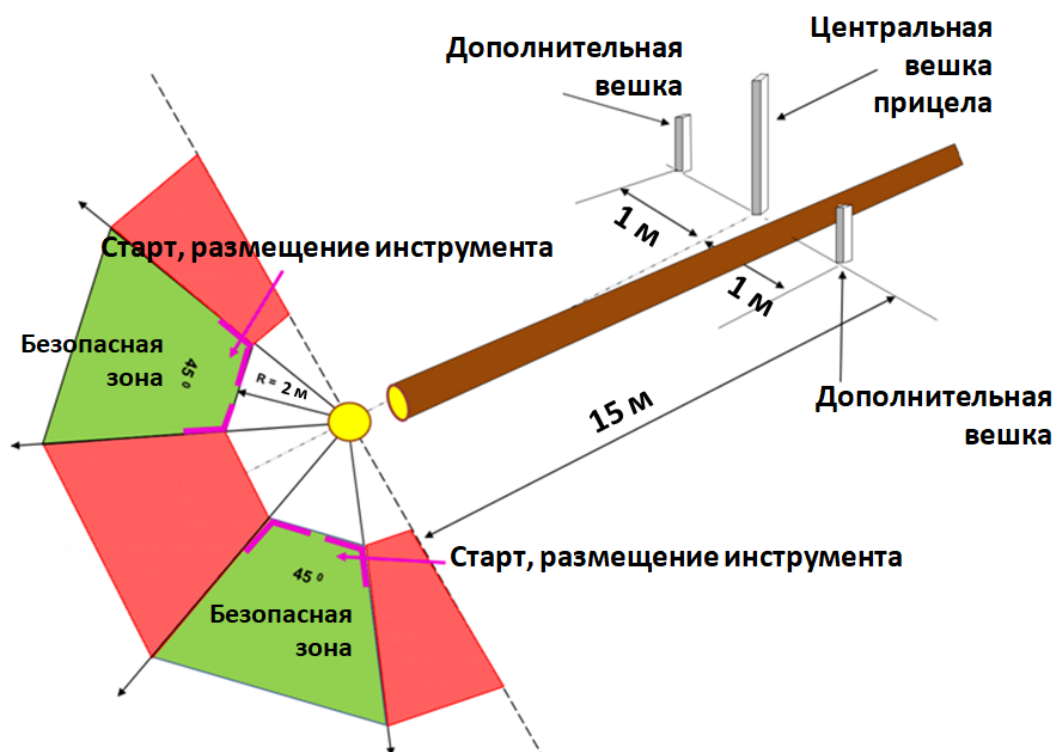

Рис. 6. Направление падения ствола (мачты)
2. Нанесение линии старта (рис. 6).
4. Размещение бензопилы и инструментов за стартовой линией перед началом упражнения (рис. 6).
Участник ставит или показывает судьям на упражнении, где уставить центральную вешку прицела, заостренный столбик длиной 1,5 метра на расстоянии 15 метров от центра ствола. Центральная вешка прицела должна иметь такую форму, чтобы не помешать падению ствола. Чтобы от вешки не было отскока ствола, допускается, чтобы центральная вешка имела небольшое отклонение «назад» (в сторону падения дерева), но ее положение по вертикали было строго 90° к поверхности площадки. В соответствии с выбранным направлением валки и положением центральной вешки, судьи устанавливают две дополнительные вешки высотой 50 см на расстоянии 1 метр по обеим сторонам от центральной, перпендикулярно направлению валки (рис. 6). Замер расстояния осуществляется от центра центральной вешки до центров дополнительных вешек. Если нельзя установить дополнительные вешки точно на регламентированном расстоянии (естественная преграда и т.п.), то в протокол вносится то расстояние, на котором фактически установлены вешки. Перед стартом инструменты должны находиться в любой из зон безопасности, за стартовой линией (рис. 6). После команды на старт участник может перемещать инструменты, как ему удобно.
По сигналу судьи участник выходит на стартовую площадку (рис. 6), заводит бензопилу, устанавливает ее на поверхность за линией старта (рис. 2) и сообщает о готовности. Стартовать участник может из любой безопасной зоны. По сигналу судьи он берет бензопилу и инструмент и производит валку хлыста / мачты. У него есть 5 минут на то, чтобы выполнить упражнение.